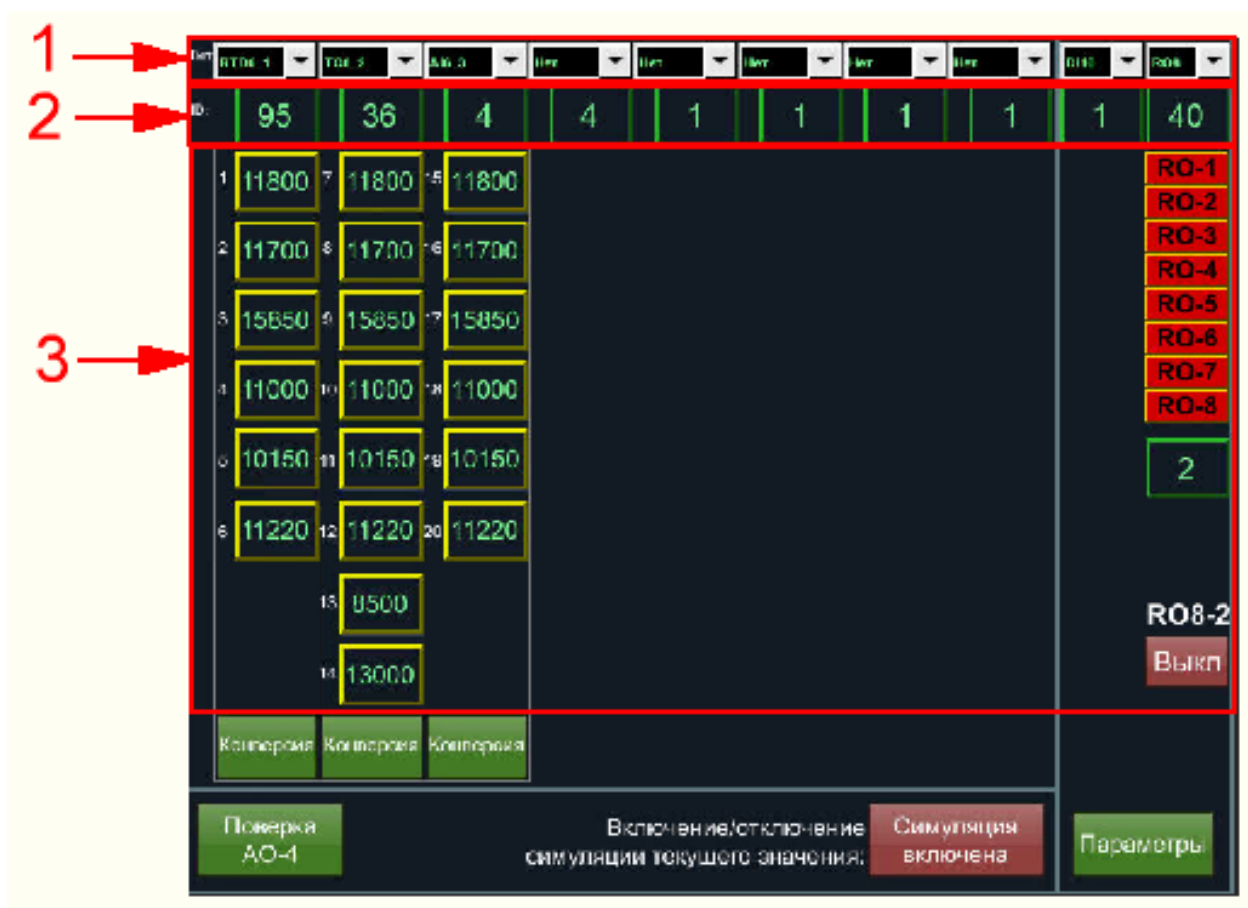

Рисунок 93 – Область настройки каналов
4. Данная область предназначена для непосредственной настройки модулей контроллера Simbol-100: AI, RTD, TC, UI, DI, RO, DO (рисунок 93).